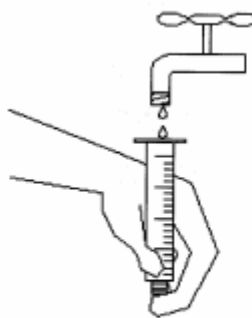

Figura 3
5. Llena completamente con agua el cuerpo de la jeringa, tapando la punta con el dedo (Figura 3).